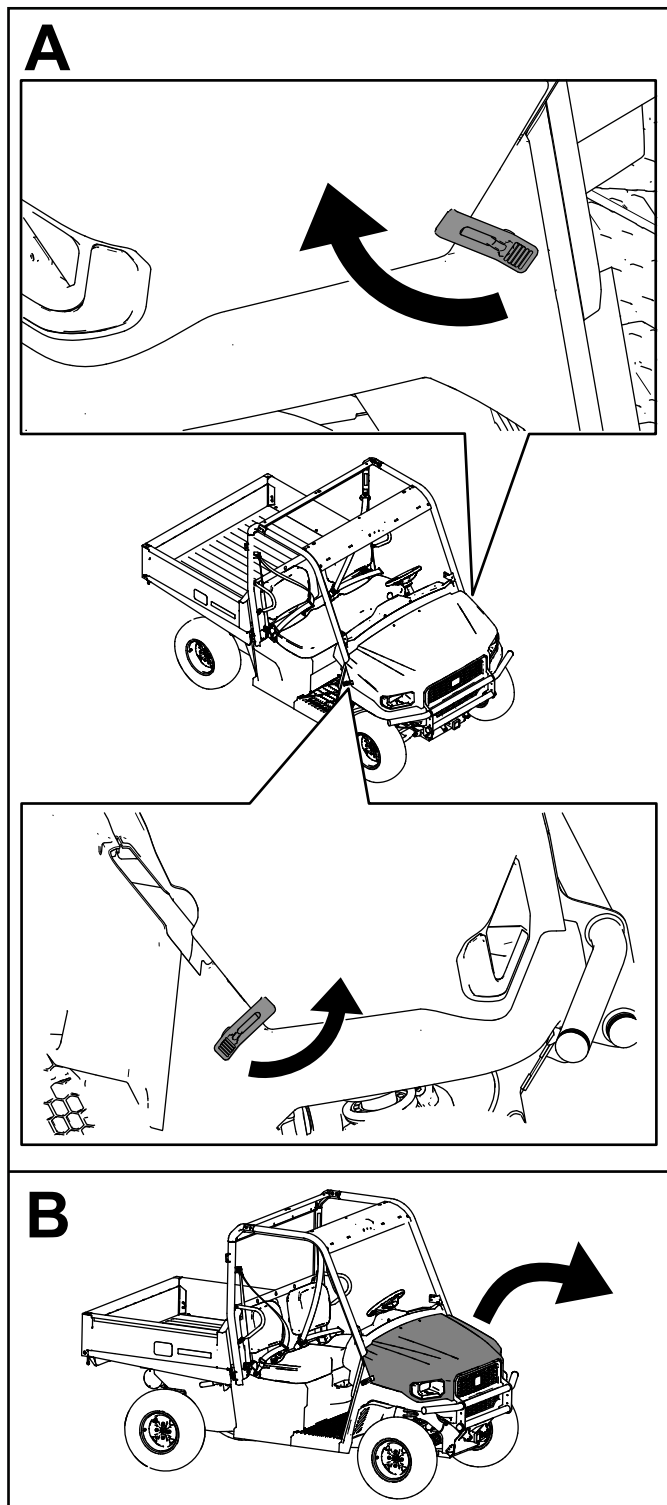

図 78
2. フードの両側で、ゴム製ラッチとラッチアンカーをそろえてラッチを掛ける (図 78)。